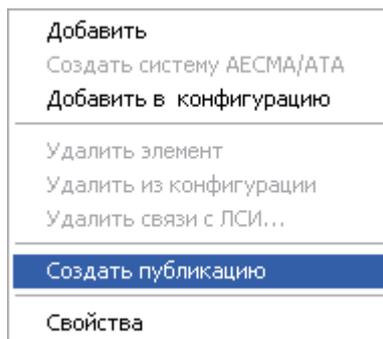

Рис. 9-31
2. В контекстном меню выберите пункт **Создать публикацию** (рис. 9-31).